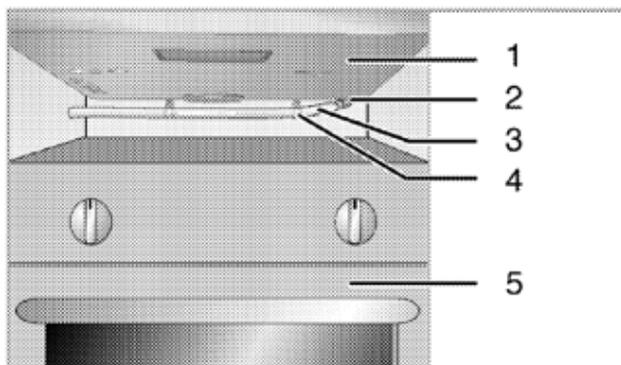

Рис. 6
- ❖ Газовая труба или газовый шланг должны быть доступны для осмотра и контроля состояния их изоляционной поверхности. (см. Рис.6)